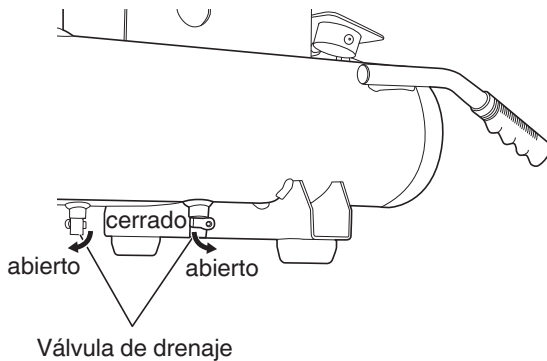

Fig. 9
- Abra gradualmente ambas válvulas de drenaje, extraiga el drenaje y todo el aire comprimido del interior del depósito para evitar la corrosión interna del depósito (Fig. 9).
Drene el depósito diariamente, o después de 4 horas de utilización. Abra la válvula de drenaje e incline el compresor para vaciar el agua acumulada (Consulte la Fig. 9).